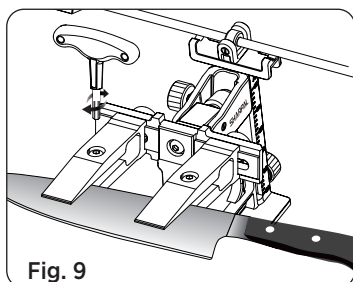

Fig. 9
3. Wyreguluj pozycję ostrza tak, aby odległość od końca każdego uchwytu do krawędzi tnącej była jednakowa dla obu uchwytów. Gdy pozycja ostrza zostanie prawidłowo ustawiona, mocno dokręć śruby mocujące w obu uchwytach, używając klucza. (Patrz Fig. 9)